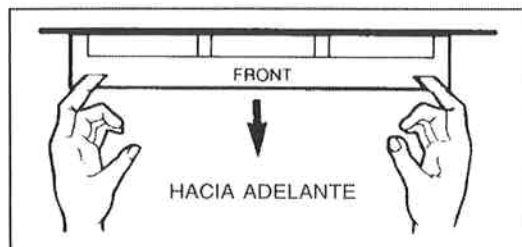

Fig. 5 - Retiro del filtro
2. Mantenga limpio el filtro de la unidad. Normalmente, el filtro debe cambiarse cada 30 días. El filtro elimina partículas del aire. Una limpieza más frecuente puede ser necesaria según la calidad del aire interior. Para cambiar el filtro: Inserte la punta de un dedo en cada una de las aberturas en los lados del filtro, en la parte inferior del marco del filtro. Vea la Fig. 5. Oprima con los dedos hacia el centro mientras tira hacia abajo y hacia afuera. Para instalar el filtro, invierta simplemente el procedimiento. Limpie el filtro con cuidado, usando una aspiradora o lavándolo a mano con agua tibia. Séquelo completamente y vuelva a colocarlo haciéndolo deslizar hacia arriba detrás de la rejilla frontal.